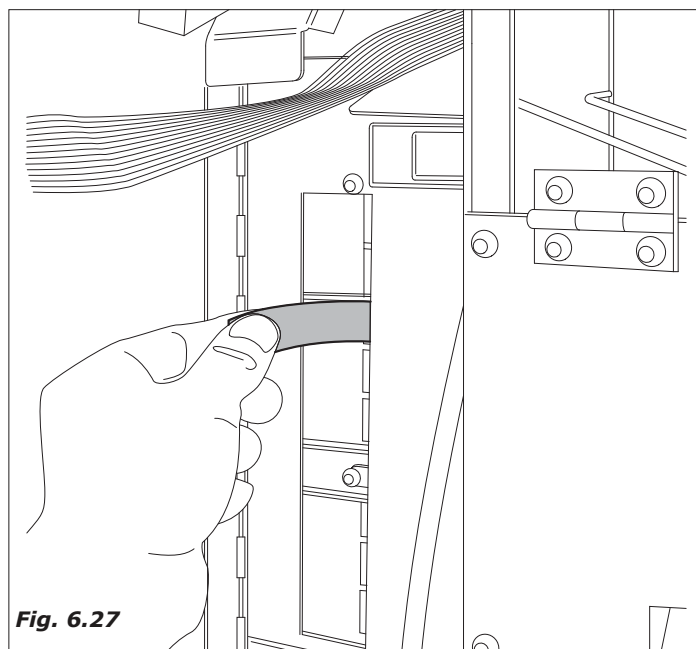

Fig. 6.27
- Placer les plaquettes dans l'ordre désiré et en fonction des sélections utilisées sur le distributeur (Fig. 6.27).